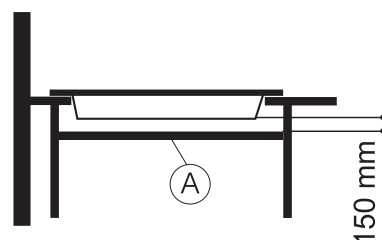

Fig. 6
- Si vous montez une cloison horizontale « A » sous la table de cuisson, laissez une distance d'au moins 150 mm entre la table de cuisson et cette cloison (Fig. 6).